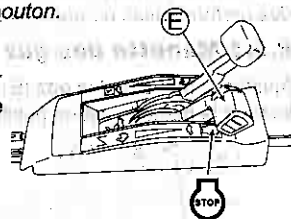

Fig. 20.
6 Pour interrompre la tonte à mi-chemin ou pour finir la tonte, remettez le Levier d'embrayage (B) et le Levier de la lame (C) en position initiale, puis placez la Manette des gaz (E) en position "STOP" pour arrêter le moteur. (Voir Fig. 20.)